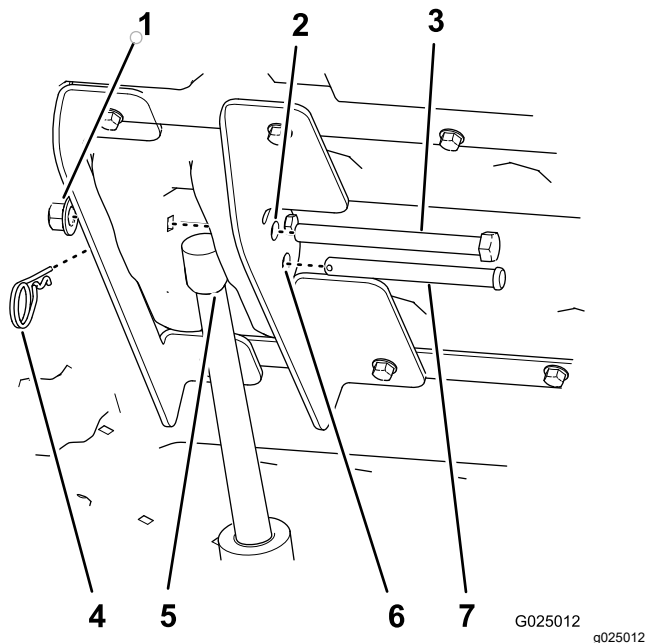

図 11
7. 荷台昇降スイッチの上パドルを押して昇降アクチュエータのロッドを伸ばし、ロッドの穴が内側・外側昇降ブラケットの穴に揃ったところで止める 図 11。
8. 昇降アクチュエータのロッドを昇降ブラケットに固定する クレビスピン 3 1/2" とヘアピンを使用する 図 11。
10. 内側・外側の昇降ブラケットの残っている穴 12.7 mm に六角ヘッドボルト 1/2 x 5 1/2" を通し 図 11、ロックナット 1/2" で軽く止めつける。
2. アクチュエータロッドを内側・外側昇降ブラケットに留め付けているヘアピンコッターとクレビスピンを取り外す 図 11。
7. 荷台を降ろし、昇降アクチュエータをブラケットに合わせる 図 11。
8. クレビスピンとヘアピンで昇降アクチュエータを昇降ブラケットに固定する 図 11。